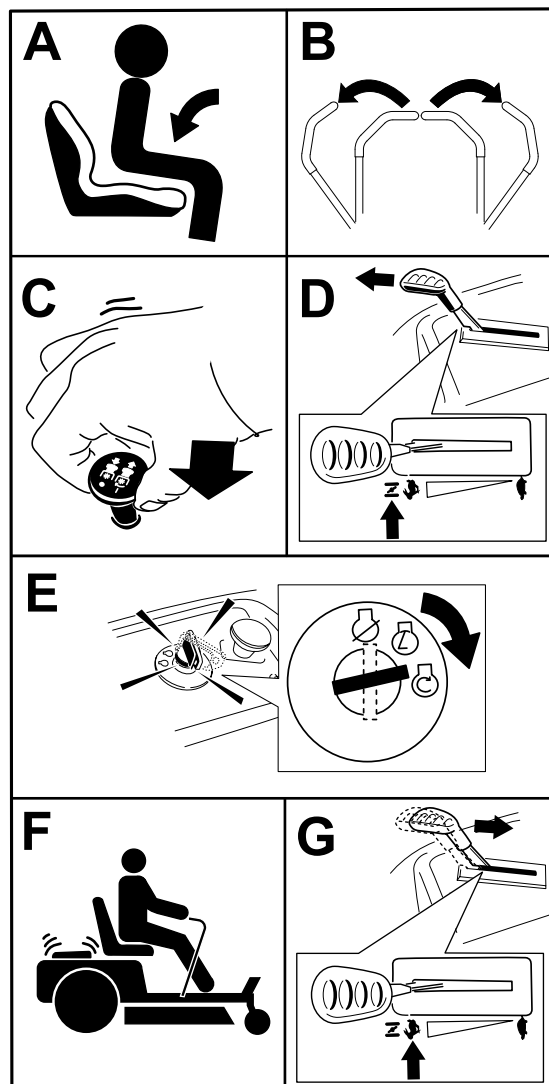

Figura 24
Nota: Può essere necessario tenere la leva sullo stop, nella posizione dello starter, nel tentativo di avviare il motore (Figura 24).
1. Disinserite le lame spostando il comando delle lame in posizione di SPEGNIMENTO (Figura 24).